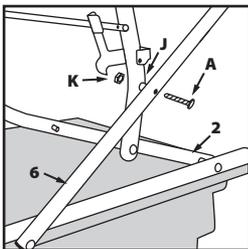

Fig. 11
- Disporre i componenti **3** e **6** in maniera tale che i fori dei bulloni si allineino. (**Fig. 11**).